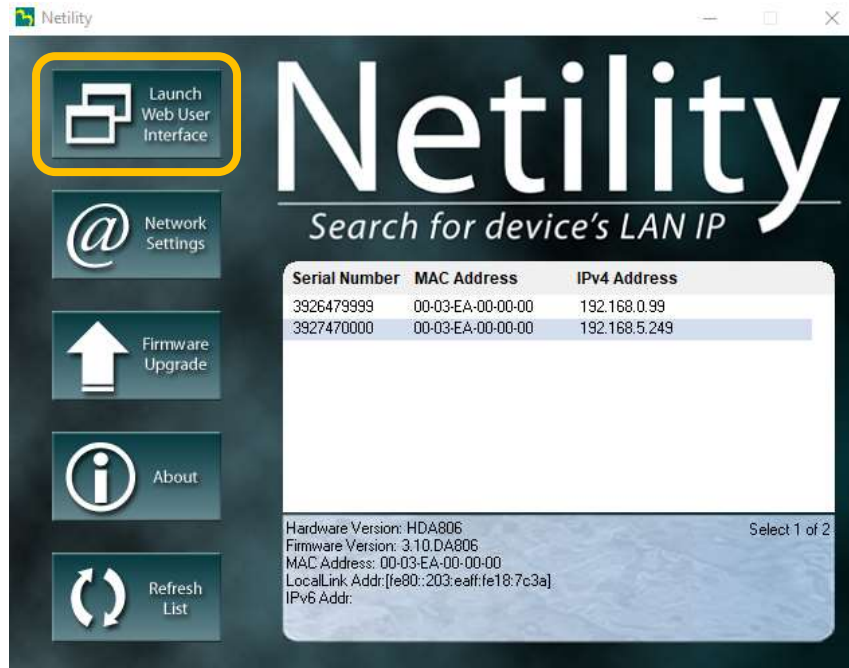

Fig. 6-8 Software Netility
- Localice y ejecute el software NETILITY (Fig. 6-8).